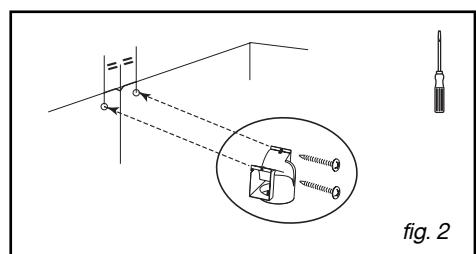

fig. 2
- Fäst rökdeflektorn av plast på väggen, upp mot taket, med de två skruvarna (fig. 2). Centrera noggrant deflektorn i förhållande till den lodräta linjen på väggen (fig. 2).